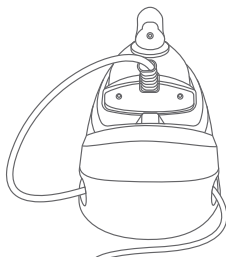

Fig. 1
1. Placez la base de la centrale vapeur (5) sur une surface stable, plane et ferme.
2. Retirez le tuyau de vapeur (12) du compartiment de rangement (6). Déroulez complètement le tuyau de vapeur et le cordon d'alimentation (13).
3. Veillez à ce que le fer soit placé correctement sur la plateforme repose-fer isolée (11) (**voir Fig. 1**).